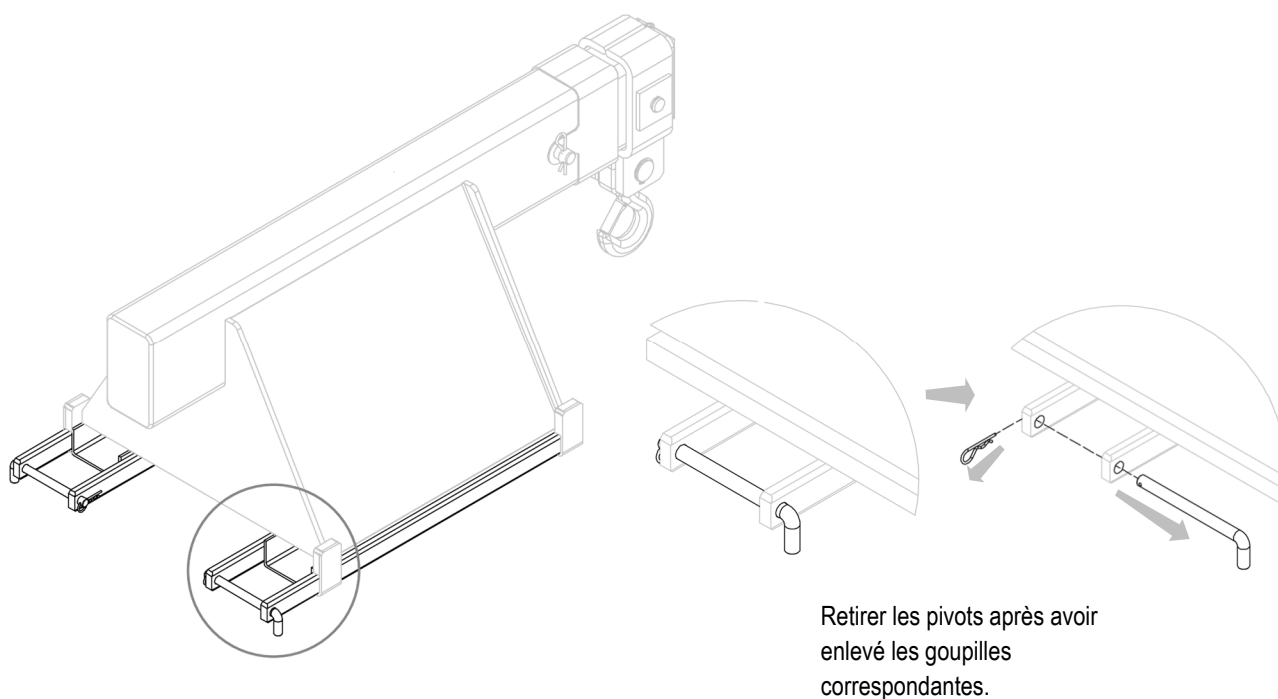

Figure 6
4. Retirer, si elles sont déjà installées, les butées de fourche (voir *Figure 6*).
1. Retirer les butées de fourche comme indiqué dans la *Figure 6* à la page 13.